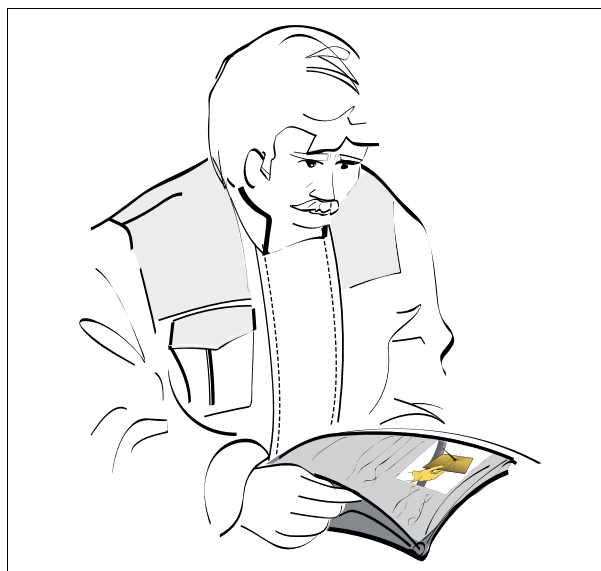

Рис. 1.
- прочитать и понять информацию, содержащуюся в Руководстве по эксплуатации — если вам непонятна какая-либо информация, обязательно проконсультируйтесь с дилером рис. 1